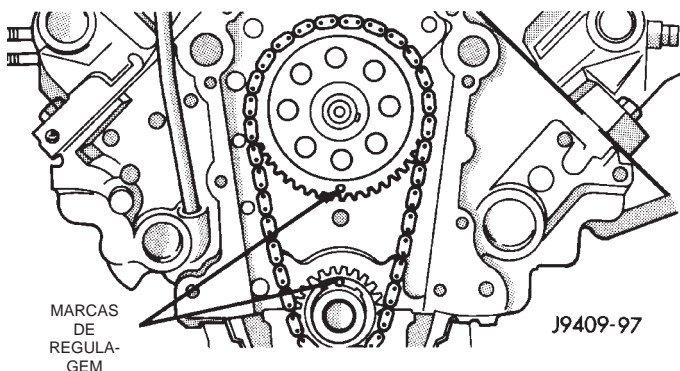

Fig. 37 Alinhamento das Marcas de Regulagem
(1) Desconecte o cabo negativo da bateria.
(2) Remova a tampa da corrente de distribuição. Consulte o procedimento contido nesta seção.
(3) Reinstale o abafador de vibração apertando o parafuso com as mãos. Com uma barra do disjuntor e soquete adequados, gire o eixo de manivelas para alinhar as marcas de regulagem, conforme exibido na figura (Fig. 37).
(4) Remova o parafuso de fixação da roda dentada do eixo de comando das válvulas e remova a corrente de distribuição com as rodas dentadas do eixo de manivelas e do eixo de comando das válvulas.
(1) Coloque uma roda dentada do eixo de comando das válvulas e uma roda dentada do eixo de manivelas na bancada com marcas de regulagem na linha central imaginária exata através dos cilindros do eixo de comando das válvulas e do eixo de manivelas.
(2) Coloque a corrente de distribuição ao redor de ambas as rodas dentadas.
(3) Gire o eixo de manivelas e o eixo de comando das válvulas para alinhar com a localização do rasgo de chaveta na roda dentada do eixo de manivelas e na roda dentada do eixo de comando das válvulas.
(4) Levante as rodas dentadas e a corrente (mantenha as rodas dentadas apertadas contra a corrente na posição adequada, conforme descrito).
(5) Deslize ambas as rodas dentadas igualmente sobre seus respectivos eixos e use uma régua sem graduação para verificar o alinhamento das marcas de regulagem (Fig. 37).